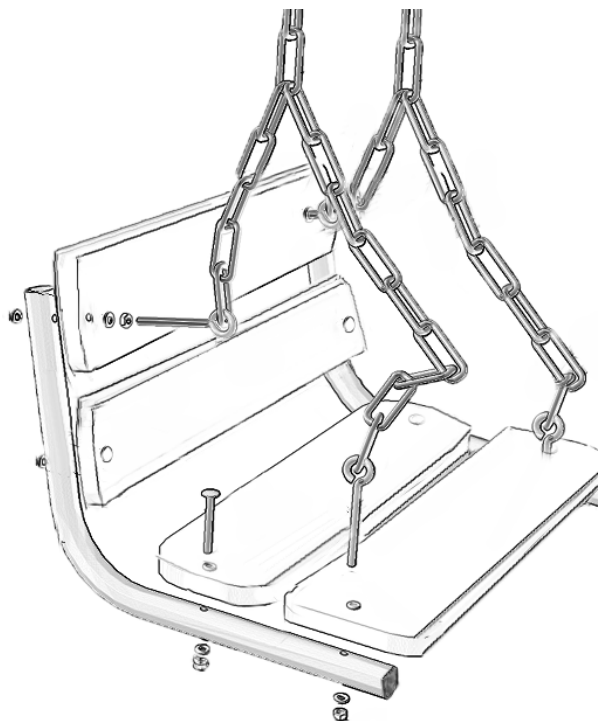

Рис. 7 Сборка цепных качелей
5.3 Для модели Midzumi Rainbow Universal соберите подвесные цепные качели со спинкой (№20) рис. 7